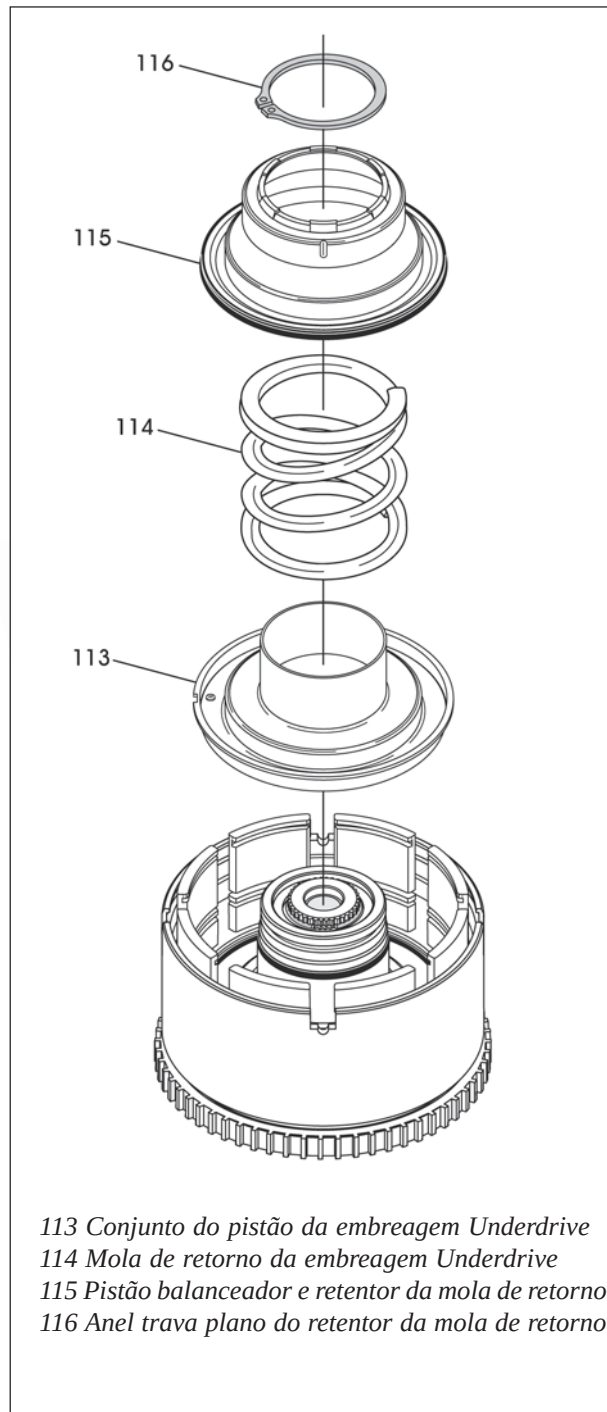

Figura 184
18. Lubrifique as superfícies dos vedadores do pistão da embreagem Underdrive e instale-o no retentor da embreagem de entrada, conforme mostra a figura 184.
19. Instale a mola de retorno do pistão da embreagem Underdrive, conforme mostra a figura 184.
20. Lubrifique o vedador moldado do pistão balanceador/ mola de retorno e instale-o seguindo o que mostra a figura 184.
21. Utilizando um prensa de bancada, comprima o conjunto da mola de retorno e instale o anel trava plano em sua ranhura, conforme mostra a figura 184.